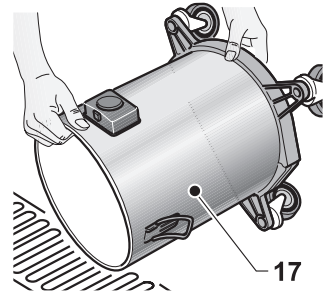

Fig. 11
- Расположитесь над сливом и опорожните восстановительный резервуар охлаждающей жидкости (17 Рис. 11).